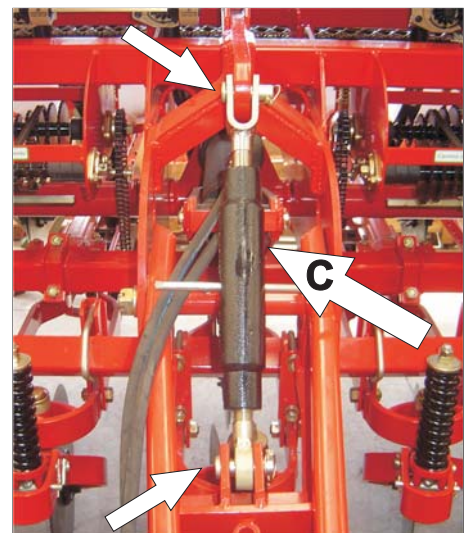

Fig. 3
3. Coloque o braço regulador do 3º ponto (C), fixando com os pinos do suporte do chassi e do cabeçalho. - **Fig. 3**